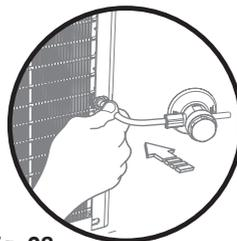

Fig. 08
- Conecte a outra extremidade da mangueira na parte traseira do produto no local indicado como entrada (Fig. 08).